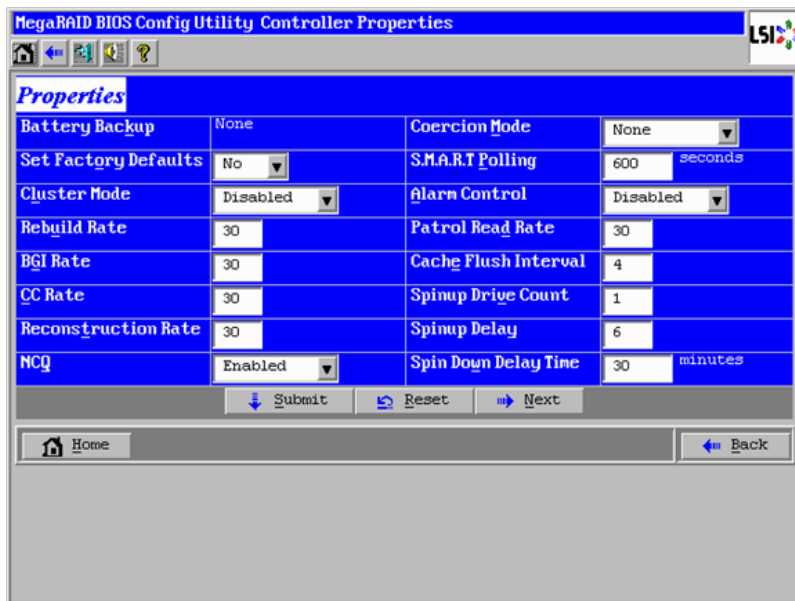

図 3-10 「Controller Properties」画面 2
(3) 図 3-9 の [Next] ボタンをクリックしてください。次の図 3-10 が表示されます。